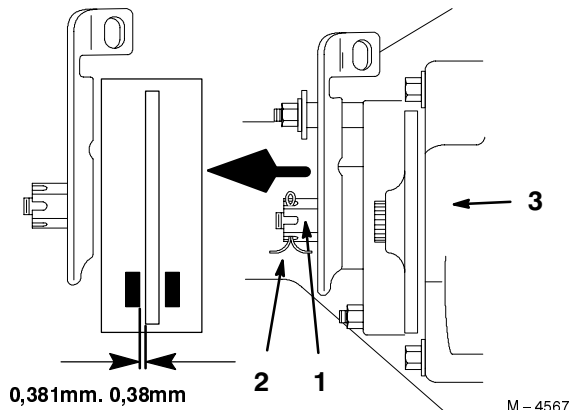

Figure 28
3. Pour régler le frein, enlevez la goupille fendue et desserrez légèrement l'écrou de réglage (Fig. 28).
4. Insérez une jauge d'épaisseur de 0,38 mm avec précaution entre la plaquette de frein extérieure et le disque de frein (Fig. 28).